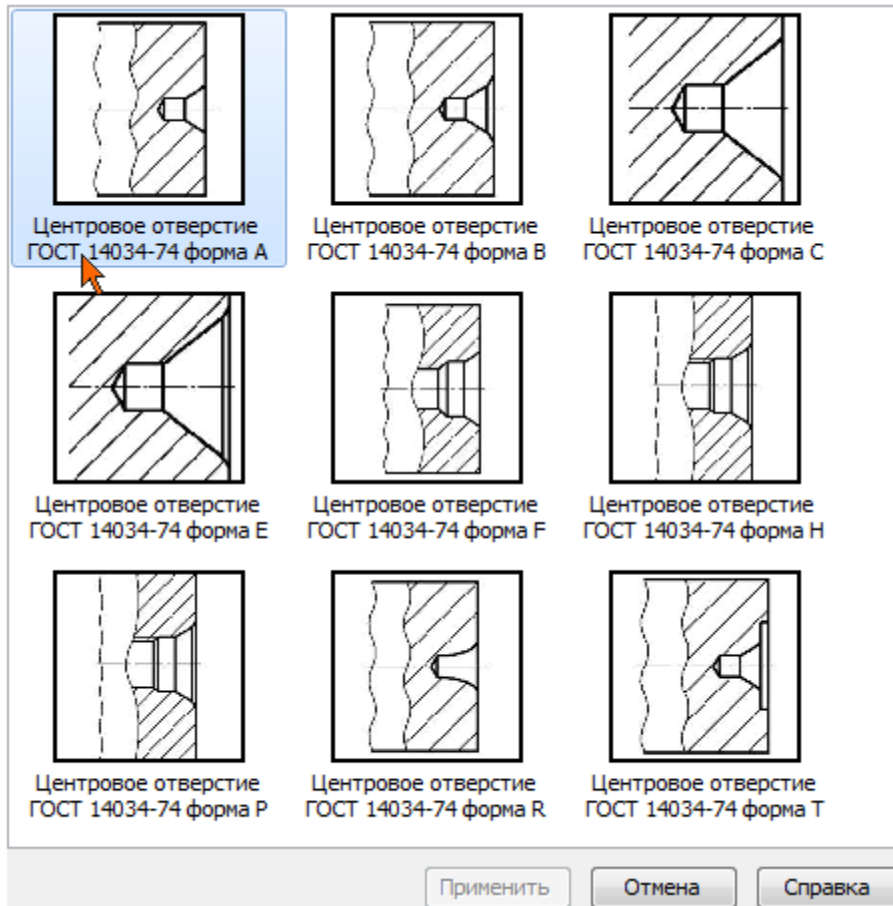

Рисунок 10.
- Либо выполните двойной щелчок мыши на изображении элемента в правой части окна (рис. 10)